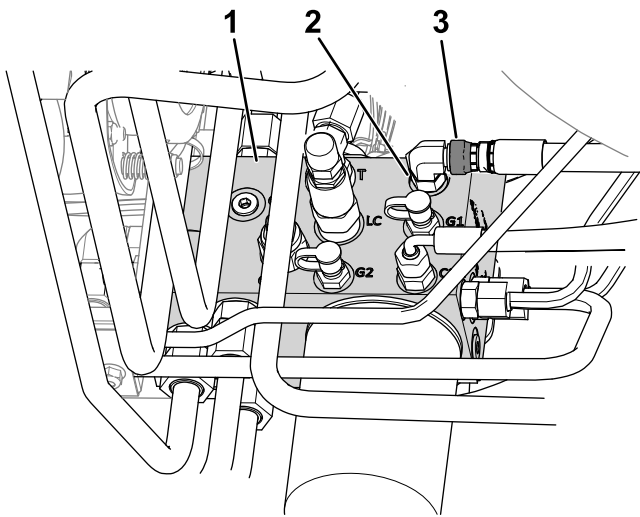

Bild 10
- B. Lösen Sie die Schlauchüberwurfmutter, die den Anschluss C1 am Hydraulikverteiler befestigt (Bild 10).